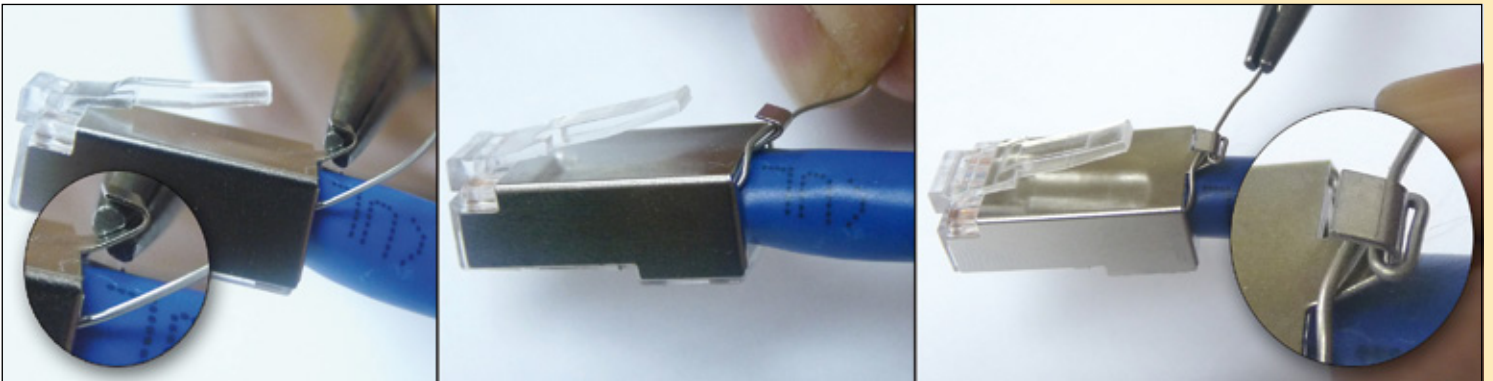

Figura 22
- 17 Proceda a doblar ligeramente la pestaña en un ángulo de 30° respecto al plano del cuerpo del plug y sujetar el conductor de aterramiento de dicha pestaña (1 $\frac{1}{2}$ vueltas), tal como se muestra en el grupo de imágenes de la Figura 22.